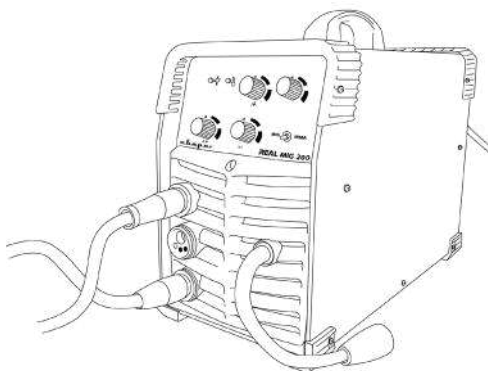

Рис.11.2. Подключение сварочных кабелей.
2. На передней панели сварочного аппарата имеется два панельных разъёма «+» и «-». Для плотного закрепления кабеля с электрододержателем и кабеля с клеммой заземления в разъёмах, необходимо вставить силовой наконечник с соответствующим кабелем в панельный разъём до упора и повернуть его по часовой стрелке до упора (См. рис. 11.2).